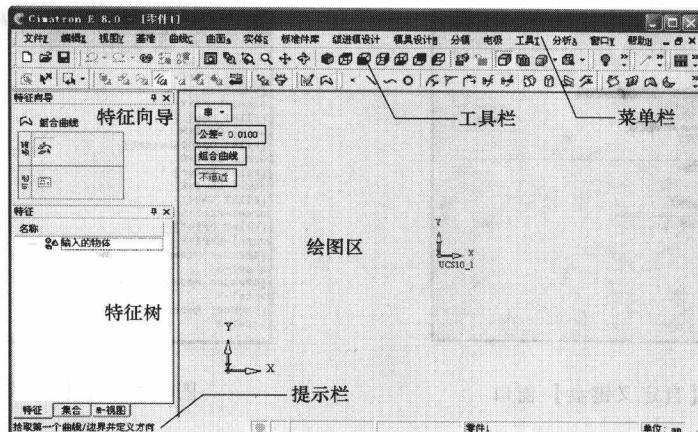

图 1-10 Cimatron E8.0 零件设计窗口
2. 操作界面简介 双击桌面上的  图标或单击【开始】/【所有程序】/【Cimatron E 8.0】/【Cimatron E 8.0】命令，即可进入图 1-8 所示的 Cimatron E 8.0 初始界面。单击  按钮或【文件】/【新建文档】命令，弹出如图 1-9 所示的【新建文档】窗口，选择零件和单位后，单击【确定】按钮，打开如图 1-10 所示的绘图窗口。
如图 1-10 所示，Cimatron 界面和其他的 Windows 应用程序界面类似，充分体现了 Cimatron E 8.0 系统界面友好、易学易用的特点。